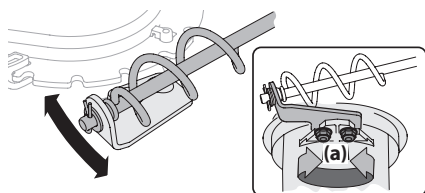

Figura 4-7
1. Afloje las dos tuercas (a) que sujetan el soporte del canal y cambie su posición ligeramente. Consulte la Figura 4-7.